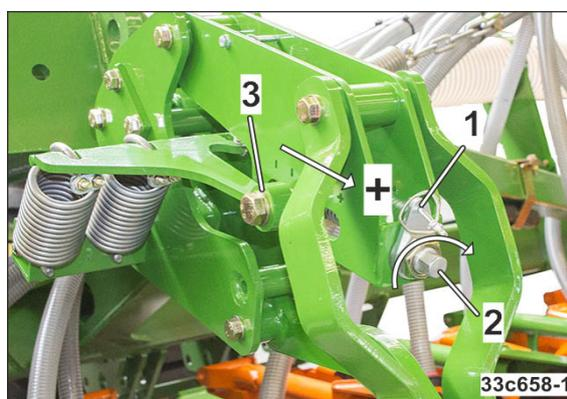

Рис. 195
3. Извлеките шплинты с круглой пружинной защелкой (Рис. 195/1).
- Для увеличения давления катков вращайте регулировочный шпindelь (Рис. 195/2) вправо.
- Чем ближе опора пружины (Рис. 195/3) к значку «+», тем сильнее давление катков на почву.
- Для уменьшения давления катков вращайте регулировочный шпindelь (Рис. 195/2) влево.
- Чем ближе опора пружины (Рис. 195/3) к значку «-», тем меньше давление катков на почву.
5. Зафиксируйте настройку при помощи шплинтов с круглой пружинной защелкой (Рис. 195/1).